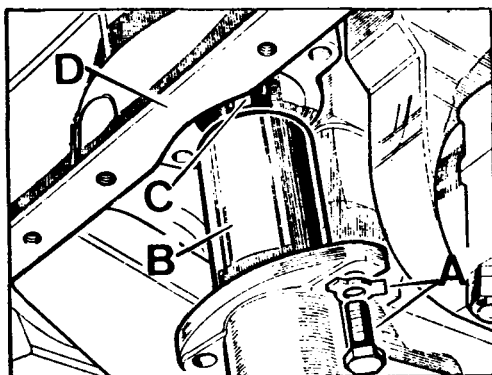

Fig. A1-89 Desmontaje de la bomba de aceite
- 1.2. Extraer los tornillos, A (Fig. A1-89) después de enderezar las lenguetas de las chapas fiadoras, y retirar el conjunto de la bomba, B, con su eje de mando, C.